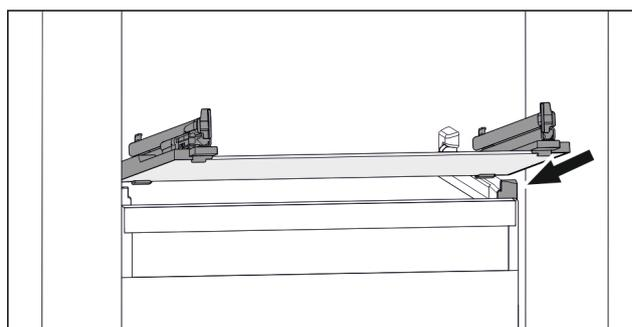

Fig. 159 Exemple de représentation de la tablette en verre
- ▶ Placer la tablette en verre, en l'inclinant, derrière les butées. (voir Fig. 159)